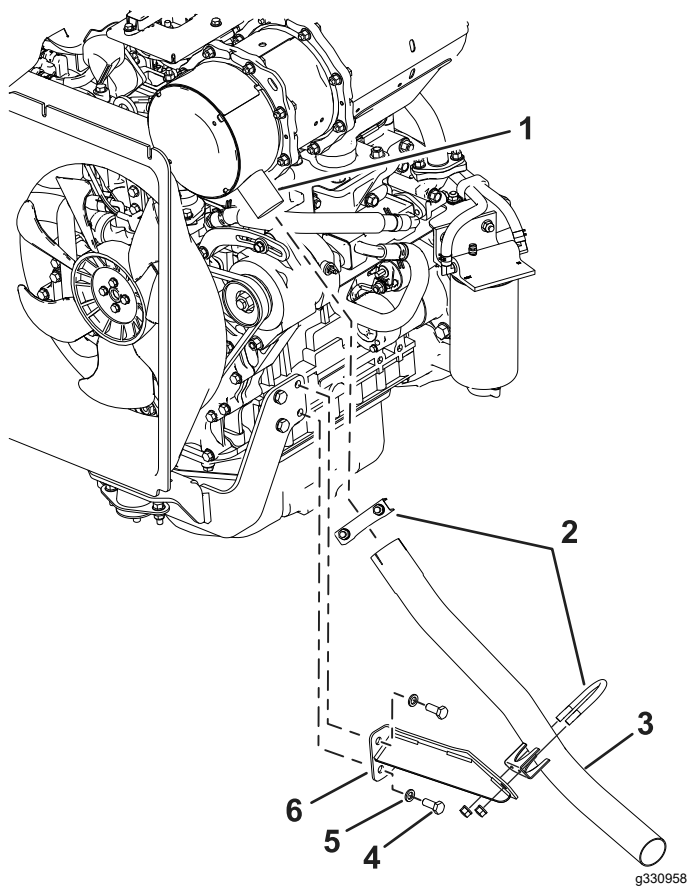

Рисунок 3
4. Установите новую опору в сборе на боковую часть двигателя с помощью ранее снятых шайб и болтов двигателя (Рисунок 3).
5. Наденьте имеющийся зажим на новую выхлопную трубу и установите новую выхлопную трубу на выпуск фильтра DPF (Рисунок 3).
6. Установите новый зажим на новую выхлопную трубу и опору в сборе с помощью крепежных деталей зажима (Рисунок 3).
8. Затяните болты двигателя с моментом 54 Н·м, а затем затяните все зажимы (Рисунок 3).